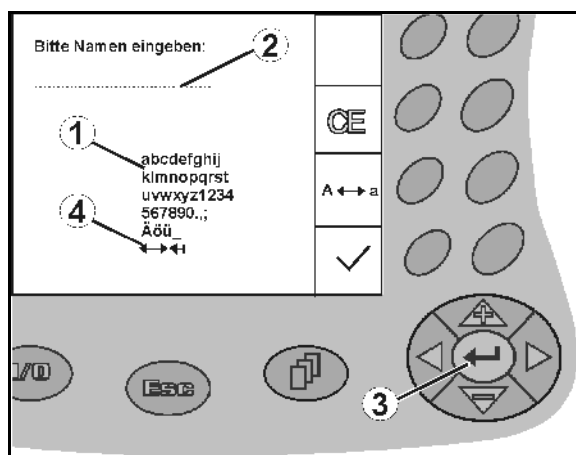

Fig. 12
Ist die Eingabe von Texten oder Ziffern am **AMATRON⁺** nötig erscheint das Eingabemenü (Fig. 12).
Im unteren Teil des Displays erscheint ein Auswahlfeld (Fig. 12/1) mit Buchstaben, Ziffern und Pfeilen aus dem die Eingabezeile (Fig. 12/2) gebildet wird (Text oder Ziffer).
Auswahl von Buchstaben oder Ziffern im Auswahlfeld (Fig. 12/3).
-  Übernehmen der Auswahl (Fig. 12/3).
Die Pfeile  im Auswahlfeld (Fig. 12/4) ermöglichen ein Bewegen in der Textzeile.
Der Pfeil  im Auswahlfeld (Fig. 12/4) löscht die letzte Eingabe.